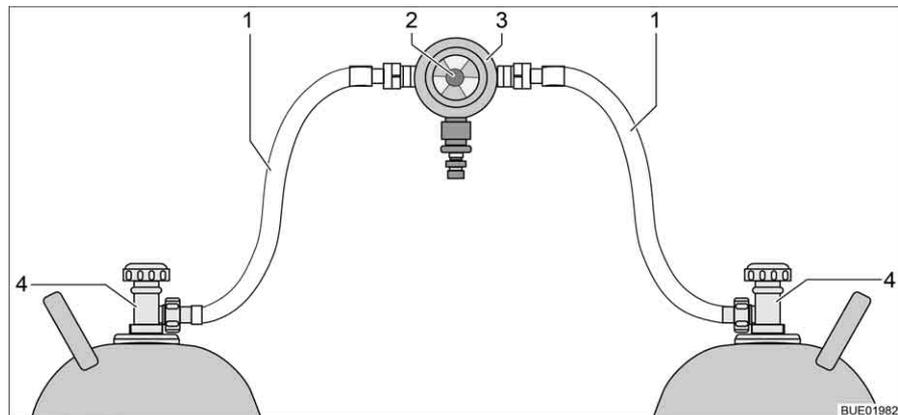
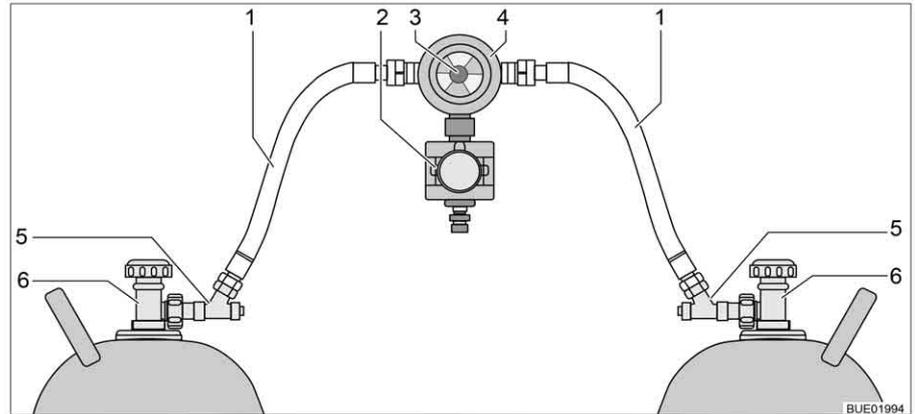

Fig. 109 Impianto di commutazione per bombole del gas
Fig. 110 Impianto di commutazione per bombole del gas con CPU
L'impianto di commutazione per bombole del gas è formato da un regolatore di pressione del gas combinato con valvola di commutazione e indicazione (Fig. 109,3). L'impianto di commutazione per bombole del gas è montato tra i due tubi del gas (Fig. 109,1).
L'impianto di commutazione per bombole del gas è formato da un regolatore di pressione del gas combinato con valvola di commutazione e indicazione (Fig. 110,4) e una elettrovalvola (Fig. 110,2). In caso di frenata brusca, incidente o inclinazione straordinaria, l'elettrovalvola blocca l'alimentazione del gas al veicolo. L'impianto di commutazione per bombole del gas è montato tra i due tubi del gas (Fig. 110,1) con dispositivi antirottura del tubo flessibile (Fig. 110,5).
L'impianto di commutazione per bombole del gas garantisce una pressione del gas costante, indipendentemente da quale bombola provenga l'alimentazione del gas. L'indicatore nella valvola di commutazione indica il livello di riempimento della bombola in uso. Se l'indicatore è verde, il rifornimento di gas viene fatto dalla bombola in uso. Quando l'indicatore è rosso, la bombola in uso è vuota. Il rifornimento di gas avviene poi tramite la bombola di riserva. Con la manopola (Fig. 109,2 o Fig. 110,3) sull'impianto di commutazione per bombole del gas è possibile stabilire quale delle bombole del gas viene utilizzata come bombola in uso e quale come bombola di riserva.
Sulla centralina di controllo (Fig. 111) possono venire azionate solo le funzioni elettriche. Le valvole principali di arresto delle bombole del gas (Fig. 109,4 o Fig. 110,6) devono essere aperte manualmente.
- Aprire le valvole principali di arresto delle bombole del gas (Fig. 109,4 o Fig. 110,6).
- Premere i dispositivi antirottura del tubo flessibile (Fig. 110,5) uno dopo l'altro per 10 secondi.
- Con la manopola (Fig. 109,2 o Fig. 110,3) sull'impianto di commutazione selezionare la bombola del gas, da cui deve provenire la principale alimentazione del gas (bombola in uso).
- Chiudere le valvole principali di arresto delle bombole del gas (Fig. 109,4 o Fig. 110,6).